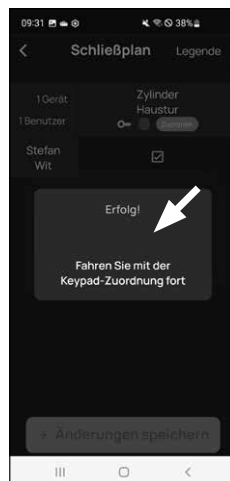

Fig. 6
⑦ I dati vengono trasmessi. Dopo qualche istante compare una conferma e allo stesso tempo la richiesta di assegnare ora il tastierino. Seleziona il messaggio di conferma (Fig. 6).